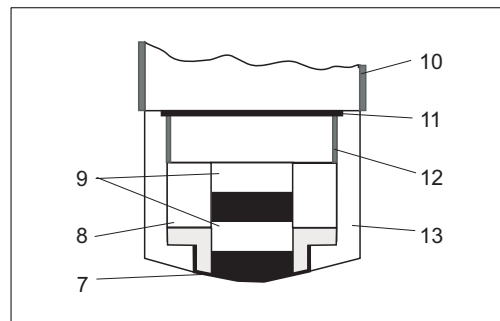
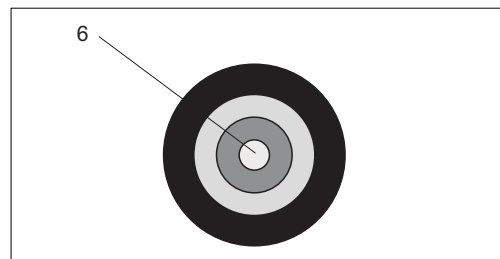

Fig. 18: Tête de la cellule, coupe longitudinale
Fig. 19: Tête de la cellule, vue d'en haut
- Tête de la cellule avec cathode et anode (fig. 18, fig. 19)
- Cartouche à membrane avec remplissage d'électrolyte (fig. 18, pos. 13 et 8)